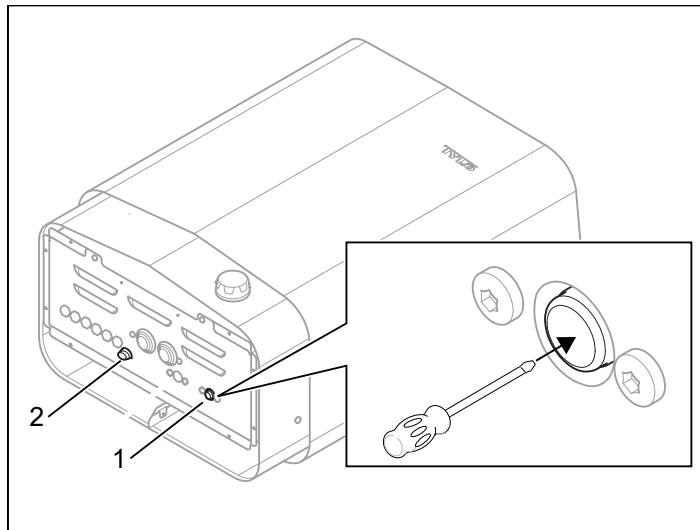

Fig 6: Återställning av temperaturskyddet samt placering av glas-säkring
- **Aggregat** - Temperaturskyddet i aggregatet är till för att skydda komponenter, rörelement samt trävirke i bastun från överhettning. På aggregatets undersida finns en röd återställningsknapp som skall tryckas in (se Fig 6). Om skyddet har löst ut så känns knappen stum och ett "klick" hörs vid återställning. Har inte skyddet löst ut samt efter återställning så fjädrar knappen.